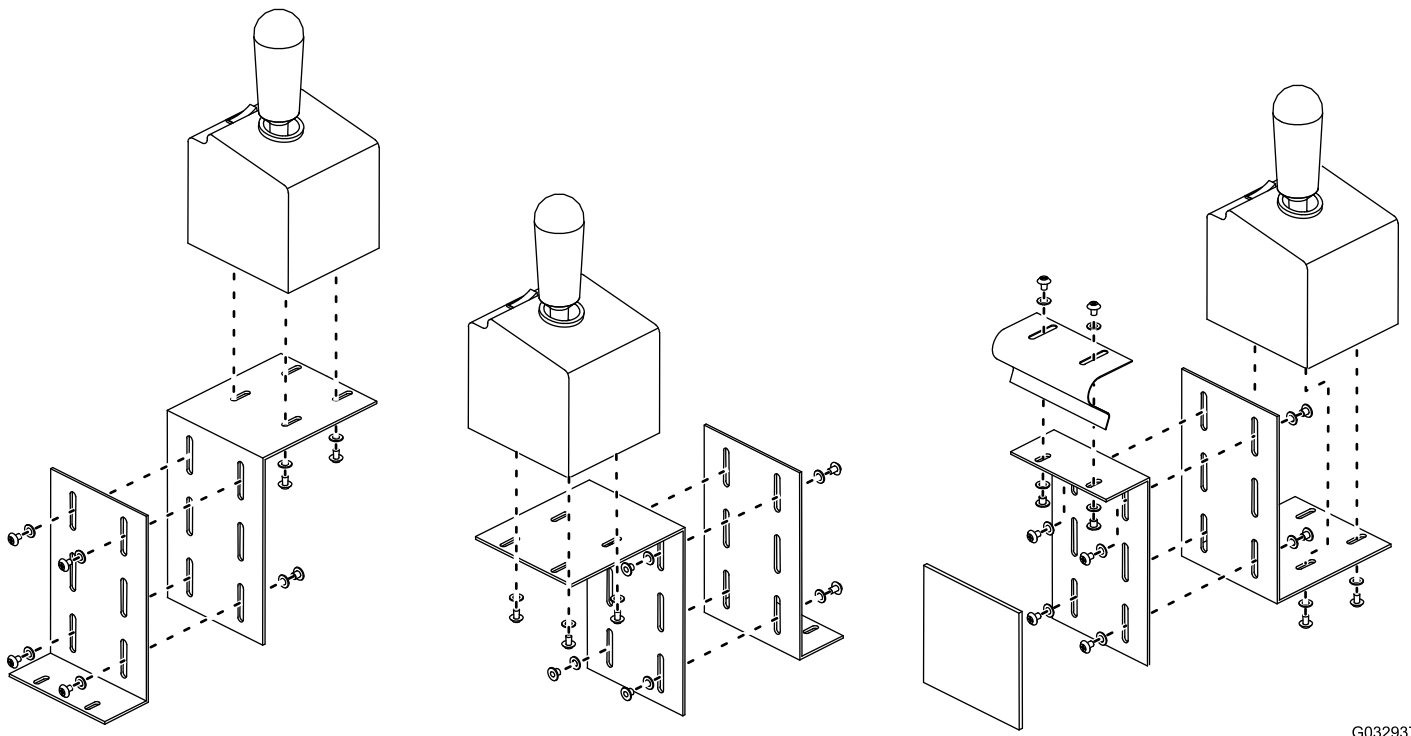

Bild 23
1. Ermitteln Sie die beste Stelle und Konfiguration für die Befestigungshalterung des Steuergeräts, siehe Bild 23 für mögliche Konfigurationen.
2. Befestigen Sie die Befestigungshalterungen mit acht bis zehn Schrauben (Nr. 8) und Scheiben (Nr. 10) und Muttern (Nr. 8) am Fahrzeug und Joysticksteuergerät, wie in Bild 23 abgebildet.